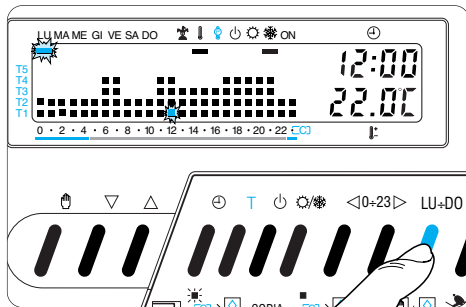

Fig. 34
10.1 - Tramite il pulsante LU ÷ DO portare l'indicatore del giorno in posizione LU (Lunedì) (fig. 34).